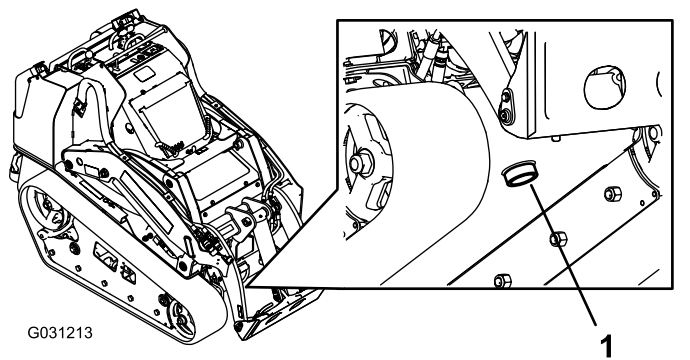

Figure 66
7. Placez un grand bac de vidange (d'au moins 57 litres de capacité) sous le bouchon de vidange à l'avant de la machine (Figure 66).
8. Retirez le bouchon de vidange pour permettre à l'huile de s'écouler dans le bac de vidange (Figure 66).